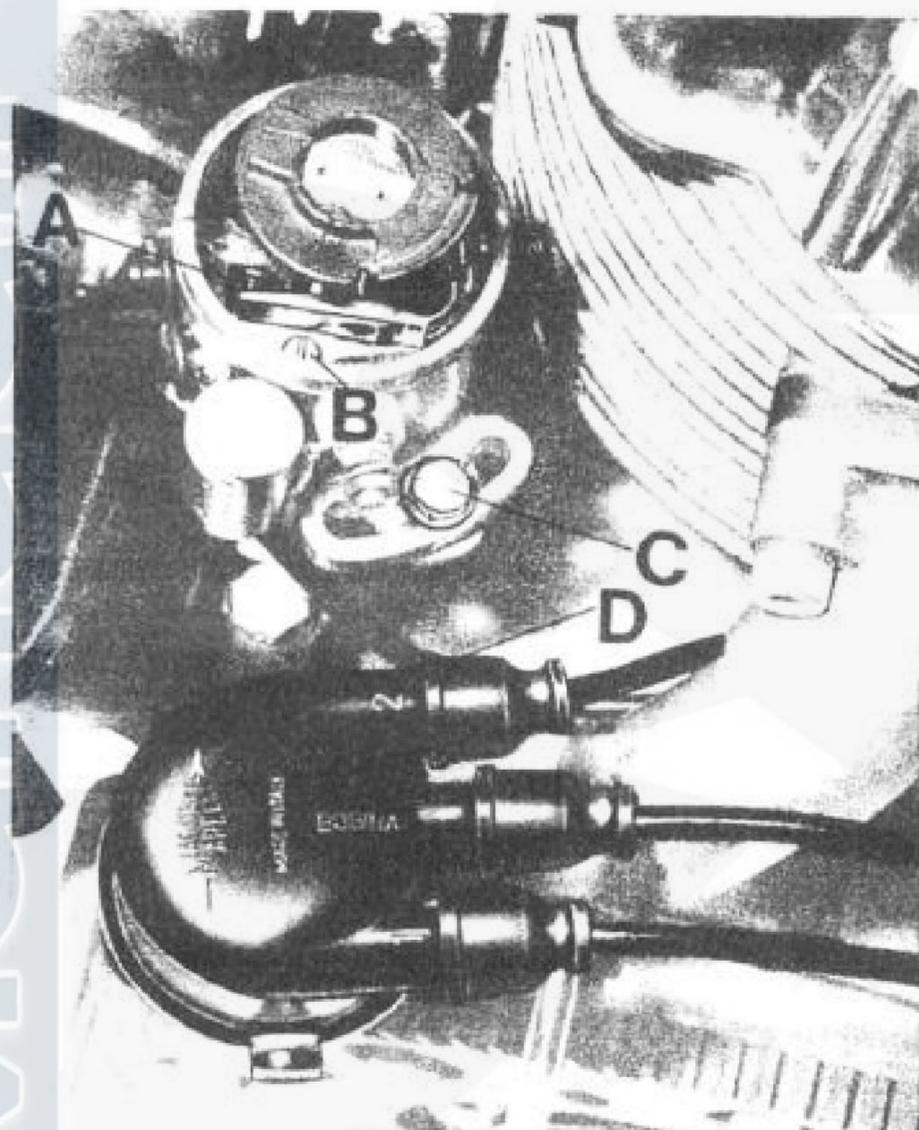

Fig. 141
- verificare l'apertura dei contatti (A di fig. 141) del distributore d'accensione sia di $\text{mm } 0,42 \div 0,48$ se non fossero, agire sulla vite di regolazione (B di fig. 141);
Se i contatti si aprono prima o dopo il punto stabilito, occorre allentare il bullone (C di fig. 141) che blocca il distributore d'accensione sul suo supporto, indi ruotarlo a destra o a sinistra fino a che i contatti inizino l'apertura esattamente al punto stabilito.
Montare quindi la calotta e collegare i cavi alle rispettive candele ed alla bobina d'accensione. Ricordarsi che il cavo che parte dal n. 2 stampigliato sulla calotta va collegato alla candela del cilindro n. 2 (sinistro) ed il cavo n. 1 alla candela del cilindro n. 1 (destro) ed il cavo che parte dalla calotta con stampigliato «BOBINA» alla bobina d'accensione (vedere fig. 141).